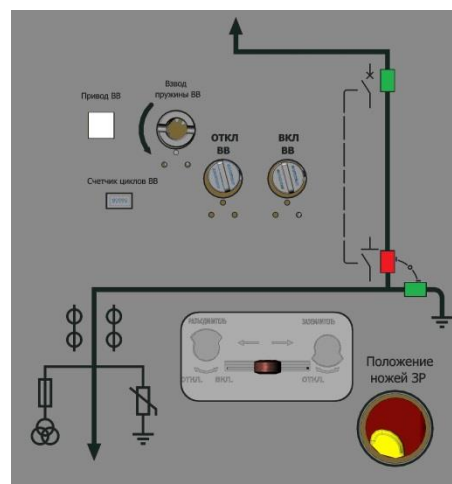

Рисунок 8
- Подать рабочее напряжение на катушку отключения. После выключения на индикаторе коммутационного положения отобразится зеленый сигнал («Выключатель ВЫКЛ») (рисунок 8).